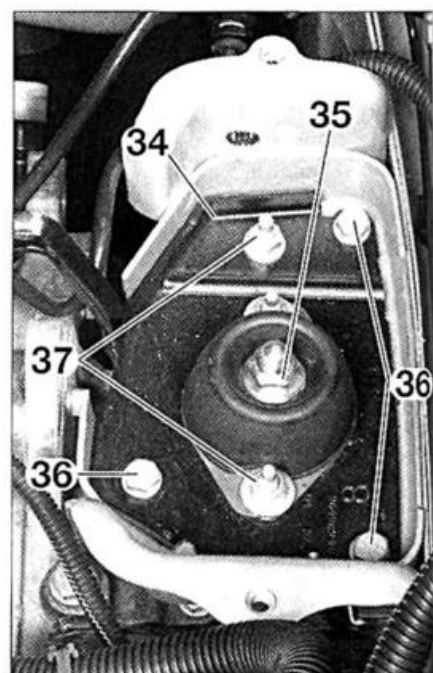
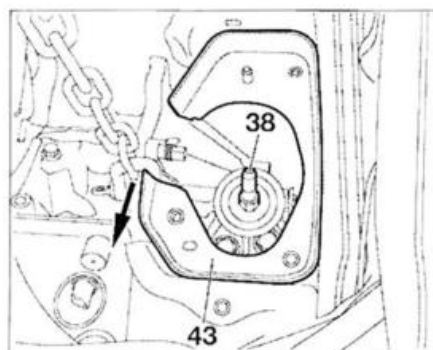

FIG. 9
FIG. 10
- Desmontar (fig. 9):
- los 3 tornillos (36)
- las 2 tuercas (37)
- la tuerca (35)
- el soporte (34)
- Desmontar el eje de soporte elástico (38) con el casquillo ref. 7115-T (fig. 10).
Hacer pasar la cadena al exterior del soporte (43) para alinear correctamente el eje primario en el doble volante motor amortiguador (DVA) o en el disco de embrague (siguiendo la flecha) (fig. 10).